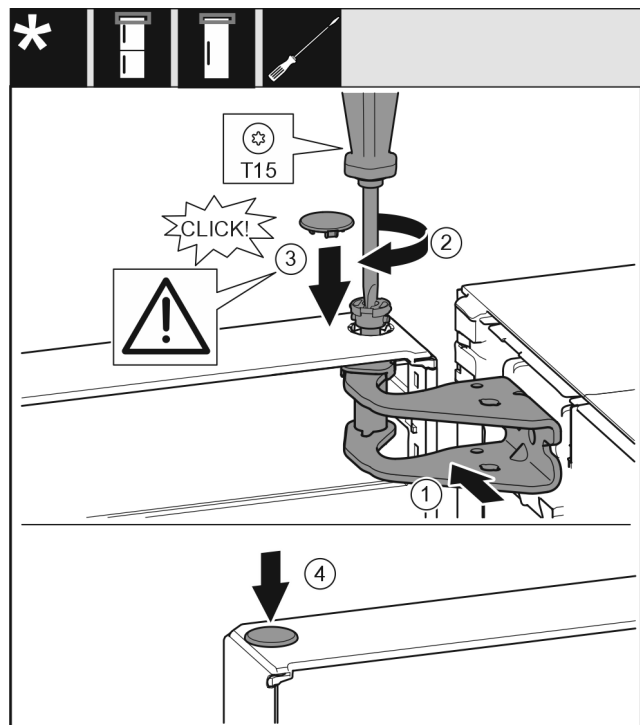

Fig. 18
- ▶ Deur boven uitlijnen op de opening in de lagerbus. Fig. 18 (1)
- ▶ Bouten aanbrengen en met schroevendraaier T15 vastschroeven. *Fig. 18 (2)*
- ▶ Veiligheidsafdekking voor de veiligheid van de deur monteren: Veiligheidsafdekking aanbrengen en controleren of deze op de deur rust. Anders bout volledig aanbrengen. *Fig. 18 (3)*
- ▶ Stop aanbrengen. *Fig. 18 (4)*